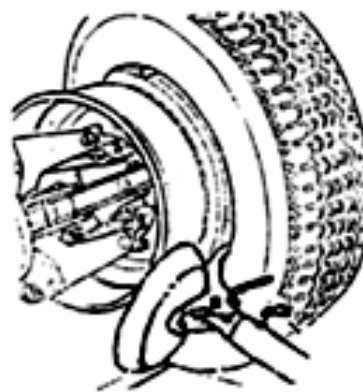

Fig 14
- (5) Поднимите обод и шину, вращайте их по часовой стрелке на 15-20 мм, шина будет располагаться под углом к ободу.
- (6) Убедитесь в том, что монтажный палец направлен на шину. В противном случае опустите блокировку, поверните палец на 180° и зафиксируйте.
- (7) Установите монтажный палец на расстоянии 5 мм от обода.
- (8) Вращайте колесо по часовой стрелке до тех пор, пока фиксатор шины не окажется в крайней нижней точке (рис. 14).
- (9) Снимите тиски с обода и установите инструмент в исходное положение (нерабочее).
- (10) Поверните инструментальную консоль к внешней части шины и зафиксируйте ее.
- (11) Установите тиски на внутренней стороне обода и вращайте колесо до тех пор, пока